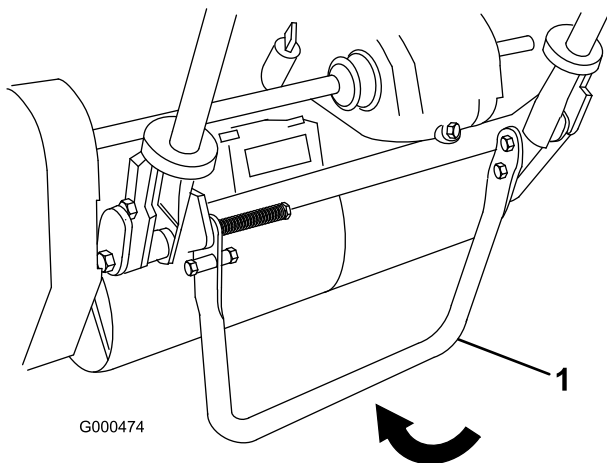

Figure 13
1. Abaissez la béquille avec le pied et tirez sur le support du guidon jusqu'à ce que la béquille bascule en avant (Figure 13).